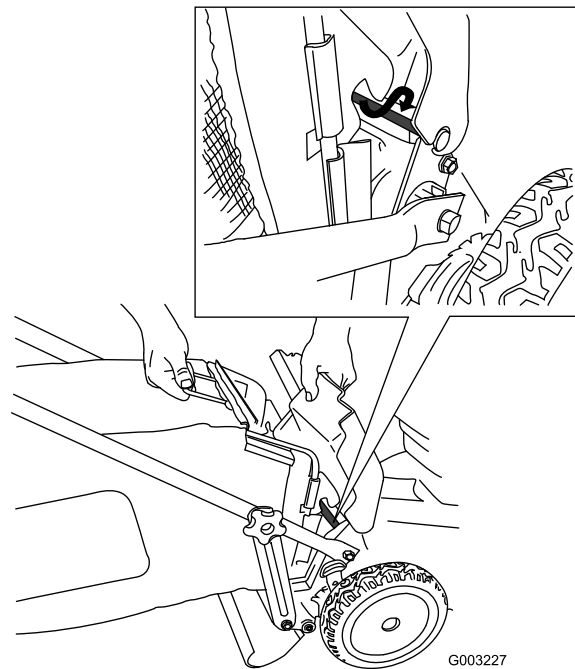

Figura 37
4. Instale la bolsa sobre la varilla de la puerta (Figura 37).